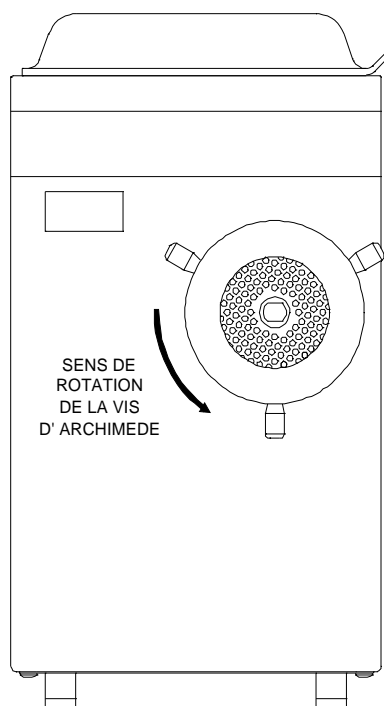

Fig 2.1
Vérifier le sens de rotation de la vis d'archimède (fig 2.1).
La vis d'Archimède doit tourner dans le sens de la flèche (anti-horaire, fig 2.1).
- Vérifier le sens de rotation du motoréducteur (fig 2.1).